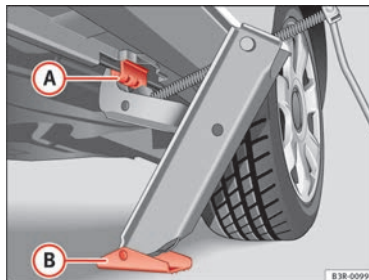

Fig. 198 Cambio de rueda: Gato
- Posicione el gato de modo que su garra envuelva el nervio del larguero inferior ⇒ **fig. 198** **A** y que la placa base móvil **B** se apoye plana sobre el suelo.